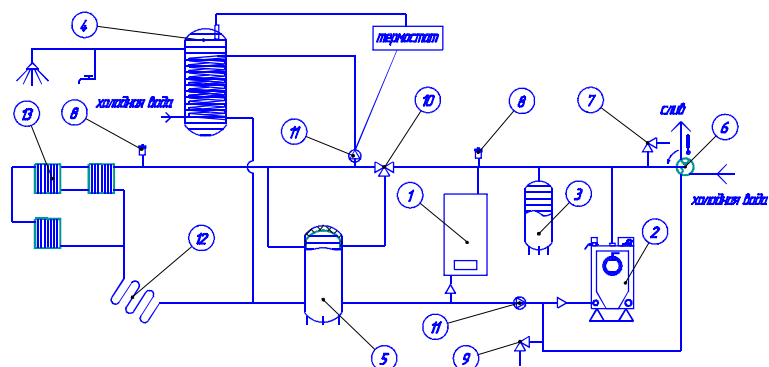

Рисунок 4.
Возможная система отопления изображена на рис. 4
6.1.6 Система отопления в обязательном порядке должна содержать компенсатор объемного расширения (3) рис.4. Если в качестве теплоносителя использована вода, то объем экспанзомата должен составлять не менее 10% от общего её объема в системе. При использовании незамерзающего теплоносителя объем компенсатора объемного расширения рассчитывается в соответствии с эксплуатационными документами на теплоноситель. Устанавливать запорно-регулирующую арматуру между теплообменной емкостью прибора и компенсатором объемного расширения запрещается!
6.1.7 В системе должен быть установлен предохранительный клапан (7) рис. 4, рассчитанный на давление 0,4 МПа.
участками системы должен быть установлен автоматический воздухоотводчик (8) рис.4. Он необходим для удаления газов из системы и исключает возможность работы ТЭНов при отсутствии теплоносителя в теплообменной емкости.